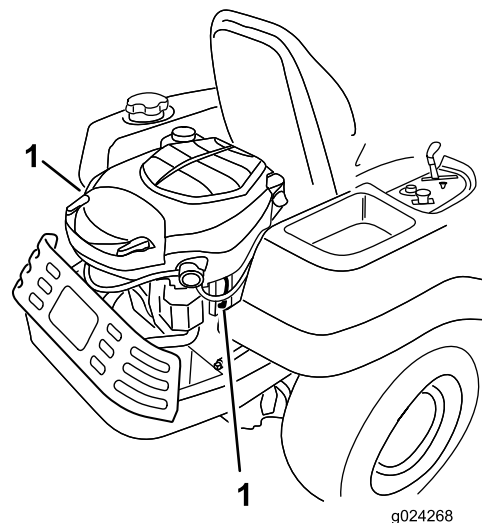

Figura 32
3. Desconecte el cable de la(s) bujía(s) (Figura 32).
3. Conecte el cable a la bujía (Figura 32).